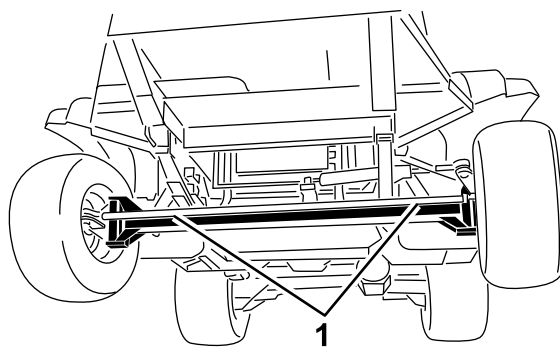
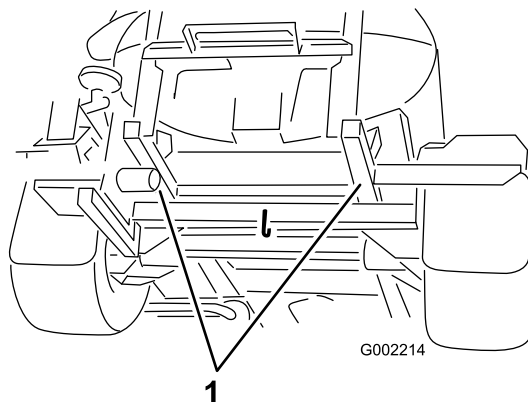

Figura 95
Figura 96
4. Conecte un cable de remolque al bastidor; consulte los puntos de remolcado delanteros y traseros (Figura 95 y Figura 96).